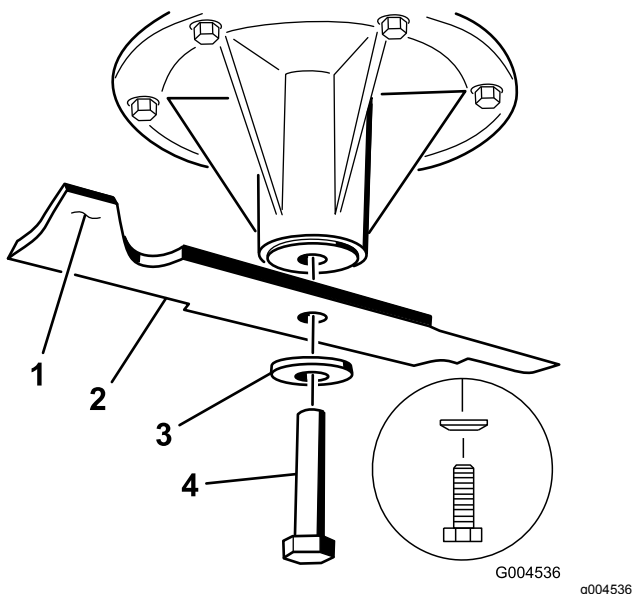

Figura 98
- Retire del eje el perno de la cuchilla, la arandela curva y la cuchilla (Figura 98).